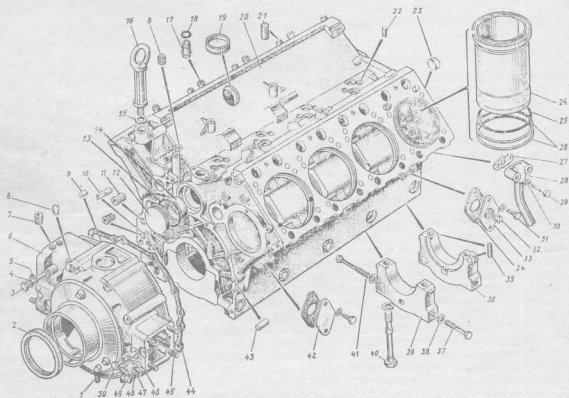

Рис. 1. Блок цилиндров с передней крышкой, гильза цилиндра:
2. Вывернуть рым-болт 16 (Рис. 1) передний, снять регулировочные шайбы 15.
10. Отвернуть болты 3, 49, 50 (Рис. 1) с шайбами 4, 5, 47, 48 крепления передней крышки 6 к блоку цилиндров 20, снять гидромурфу привода вентилятора в сборе с передней крышкой 6 и прокладку 44 с переднего торца блока цилиндров. (Головка сменная 17 мм, ключ с п. к., лопаточка для снятия прокладок, кран-балка, подвеска для снятия установки гидромурфы привода в сборе с передней крышкой).
28. Отвернуть стяжные болты 37 (Рис.1) крышек 36, 39 подшипника коленчатого вала. (Головка сменная 19 мм, ключ с п. к.).
36. Снять с гильзы 24 (Рис. 1) верхнее уплотнительное кольцо 25.